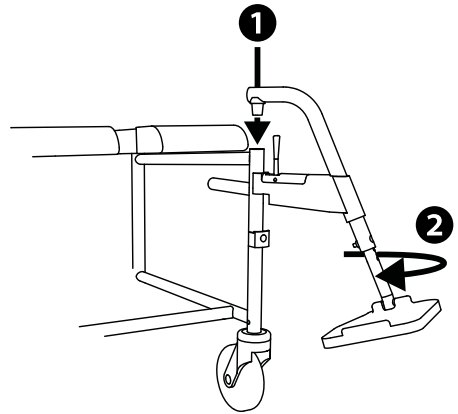

Fig.8
1. Inserire i poggiamambe lateralmente dall'alto nel tubo del telaio (1, fig. 8).
2. Ruotare ora il poggiamambe in avanti fino a udirne lo scatto (2, fig. 8).